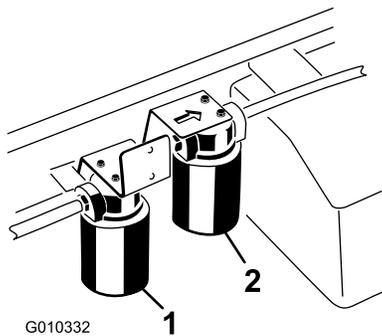

Рисунок 74
3. Поместите поддон под фильтр, а затем снимите фильтр (Рисунок 74).
1. Очистите зону вокруг места крепления фильтра повышенной пропускной способности (Рисунок 74).